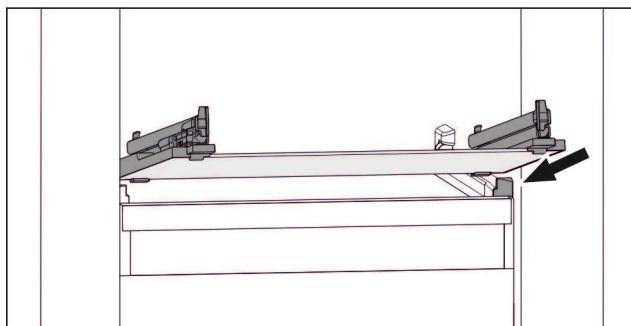

Fig. 53 Приблизне відображення скляної пластини
- Встановити скляну пластину за стопорами навкосо. (див. Fig. 53)